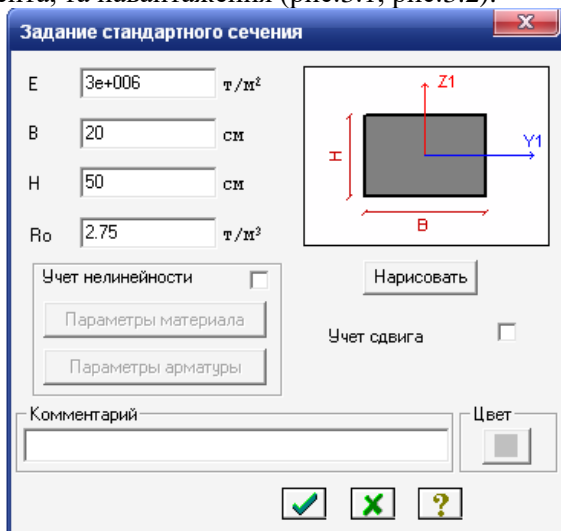
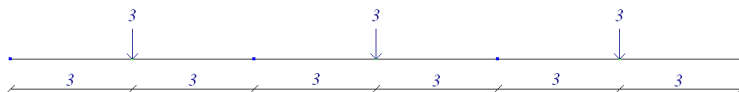

Рис.3.1. Введення жорсткості перерізу елемента
Рис.3.2. Розрахункова схема балки
3.2. Імпортувавши схему в п.к. Ліра, задамо жорсткість елемента, та навантаження (рис.3.1, рис.3.2).